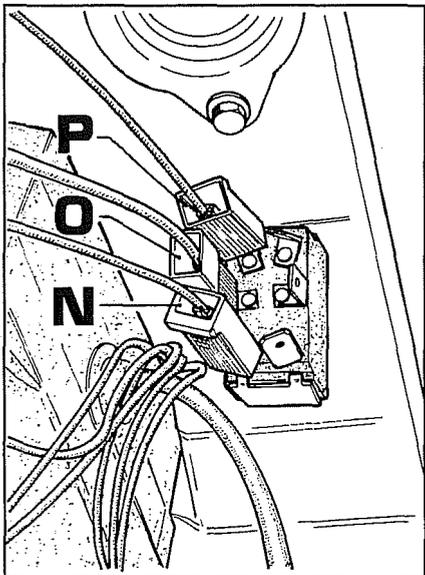

Abb. 49
6. Bevor man die Kabel **N-O-P** von Abb. 49 der Steuerung vom Schalter für Heben/Senken abtrennt, sicherstellen, ob ihre Paarung die folgende ist (siehe Abb. 49):